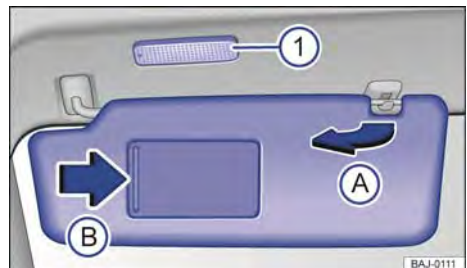

Fig. 99 No revestimento do teto dianteiro: para-sol. ▶
- Retirar do suporte e virar na direção das portas → Fig. 99 (A).